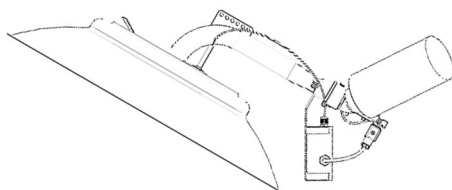

Fig. 10
- Situar el aparato en la posición indicada en la Fig.10.
- Position the appliance as indicated in Fig. 10.
- Placez l'appareil sur la position indiquée à la Fig.10.